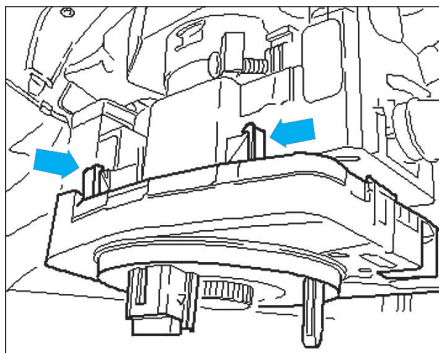

Fig. 4
• Soulever les crochets (flèches) avec précaution et extraire le transmetteur d'angle de braquage (Fig.4).